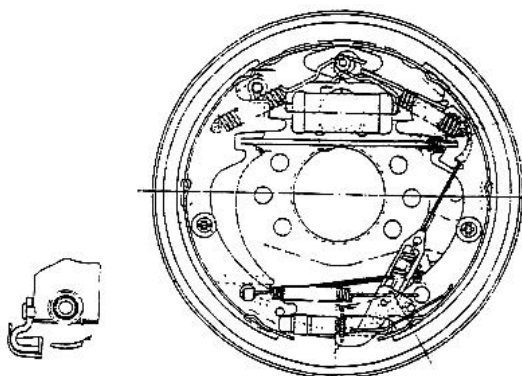

Рис. 2-30
2.6.4 Испытание саморегулирующегося регулятора зазора, см. рис. 2-30